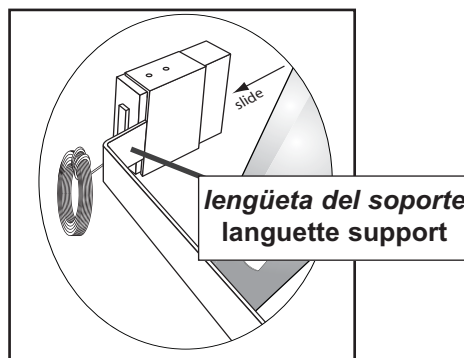

FIG. 4-3 **Acople los detectores a los soportes.**
- Resbale la fuente/detector en la lengüeta del soporte hasta que haga clic en el lugar (**Fig. 4-3**).
- Glisser la source/le capteur sur la languette du support jusqu'à enclenchement (**Fig. 4-3**).